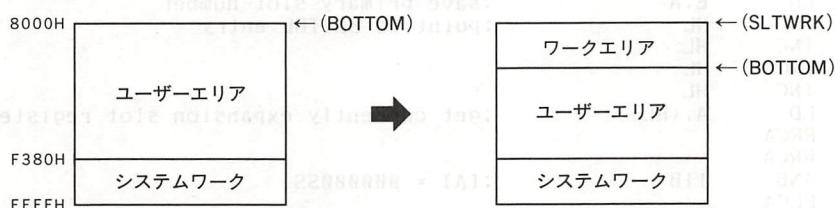

図5.52 ワークエリアの確保
- (1) カートリッジ自体に RAM をのせてしまう(最も安全確実な方法)。
- (2) 必要なワークエリアが 1 バイトあるいは 2 バイトならば SLTWRK(FD09H～)の自分に対応する 2 バイトをワークとして使用する。
- (3) 必要なワークエリアが 3 バイト以上ならば BASIC で使用する RAM から確保する。具体的には、まず BOTTOM(FC48H)の内容を SLTWRK(FD09H～)の対応するエリアに書き写し、BOTTOM の値を必要なワークエリア分増やし、そこをワークエリアとして確保する(図 5.52)。